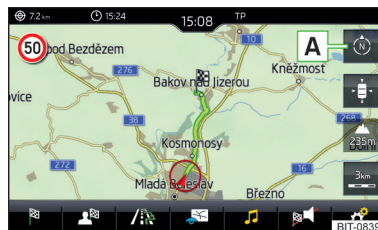

Fig. 230
- Para **cambiar la dirección del mapa**, pulsar en el menú principal *Navegación* la superficie funcional **A** » fig. 230.